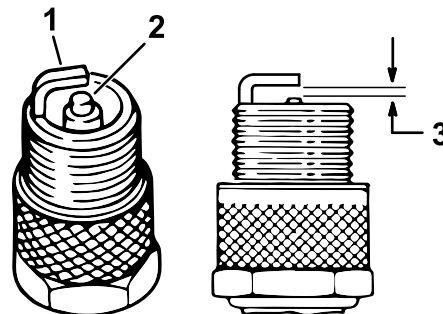

Figura 40
central para verificar que no están dañados (Figura 40).
5. Ajuste la distancia entre los electrodos central y lateral a 1 mm (0.04"), como se muestra en la Figura 40.